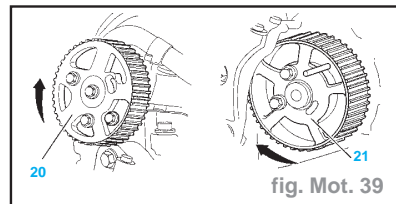

fig. Mot. 39
- Desserrer les vis (19).
- Contrôler la libre rotation des poulies (20) et (21) sur leur moyeu.
- Serrer les vis (19) à la main puis les desserrer de 1/6 de tour.
- Tourner les 2 poulies (20) et (21) dans le sens horaire jusqu'en butée à fond de
- boutonniers (fig. Mot. 39).